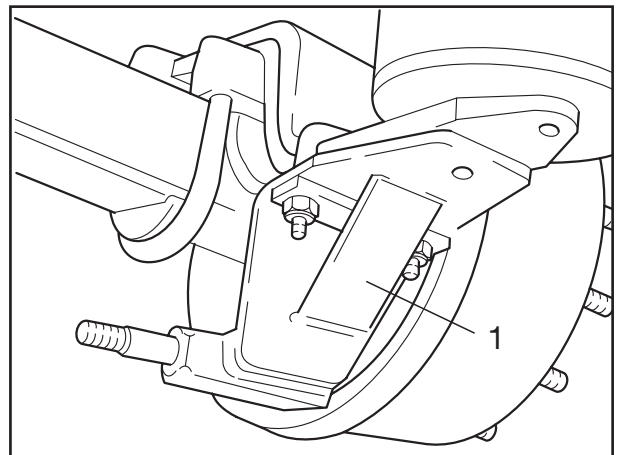

Fig. 2
- [3] Bei Federplatten mit Stoßdämpferbefestigung und bei Stoßdämpfer hintenliegend mit Halter (Fig. 2/1) an Lenkerfeder verschraubt, Stoßdämpfer abbauen, siehe Kapitel 8.
- [5] Halter (Fig. 2/1) für Stoßdämpfer, falls vorhanden, von der Lenkerfeder abbauen.
- [3] In the case of spring plates with shock absorber attachment and for shock absorber at rear with bracket (Fig. 2/1) bolted to trailing arm, remove shock absorber, see chapter 8.
- [5] Remove bracket (Fig. 2/1) for shock absorber, if fitted, from the trailing arm.
- [3] Pour plaques de ressort avec fixation de l'amortisseur et, si l'amortisseur est à l'arrière, avec support (fig. 2/1) sur le ressort de guidage, déposer l'amortisseur voir chapitre 8.
- [5] S'il y en a un, désassembler du ressort de guidage le support (fig. 2/1) de l'amortisseur.